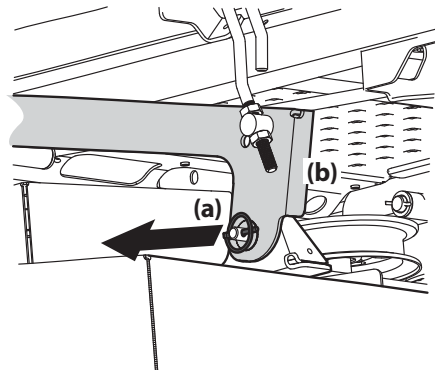

Figure 4-15
6. Repérez la goupille de déverrouillage (a) placée sur chaque côté du plateau de coupe. Retirez les goupilles (a) pour dégager les deux bras de relevage (b) du plateau de coupe. Voir Figure 4-15.
5. Retirez les goupilles de déverrouillage et placez le plateau de coupe de façon à aligner les trous sur les bras de relevage avec les goupilles. Voir Figure 4-15.